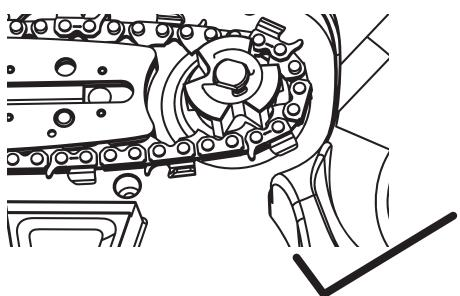
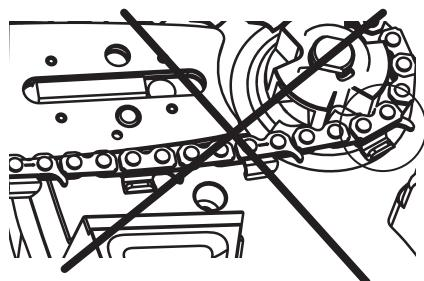

Рис. 5
Рис. 6
- Убедитесь, что все детали установлены правильно, и удерживайте цепь и шину в горизонтальном положении. Убедитесь, что ведущие звенья полностью сидят на ведущей звездочке (Рис. 5), избегая образования перегиба, как показано на Рис. 6. Если перегиб все же образовался, поднимите цепь на шине непосредственно перед перегибом и затем вытяните ее.